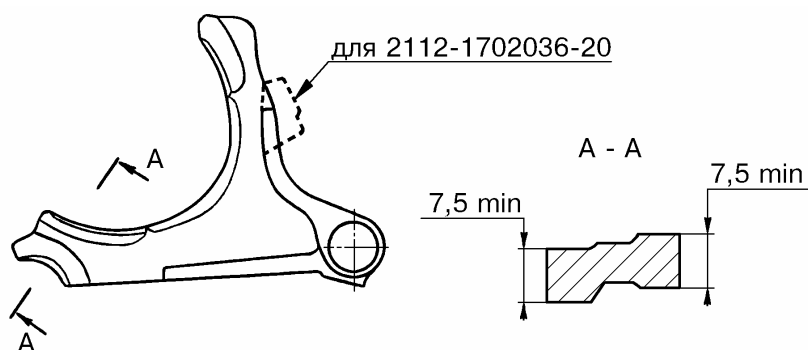

Рис.51. Вилка включения V передачи и заднего хода – 2107-1702036, 2112-1702036-20.
4.2.21 Вилка переключения V передачи и заднего хода - 2107-1702036, 2112-1702036-20, рис.51.